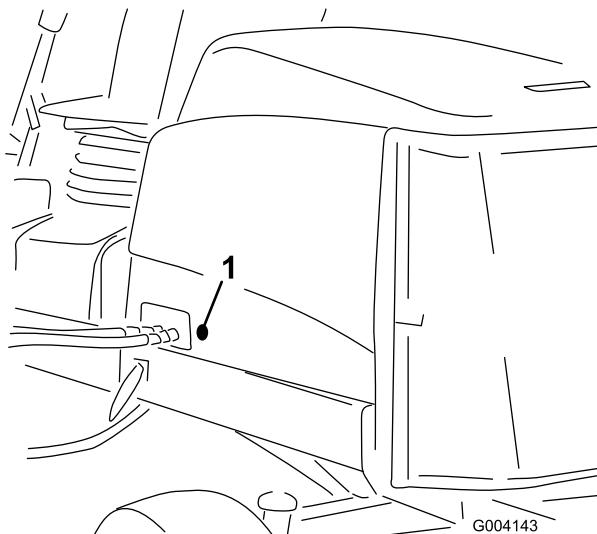

Figura 15
- Retire el tapón de goma del taladro de lado izquierdo del capó (Figura 15).